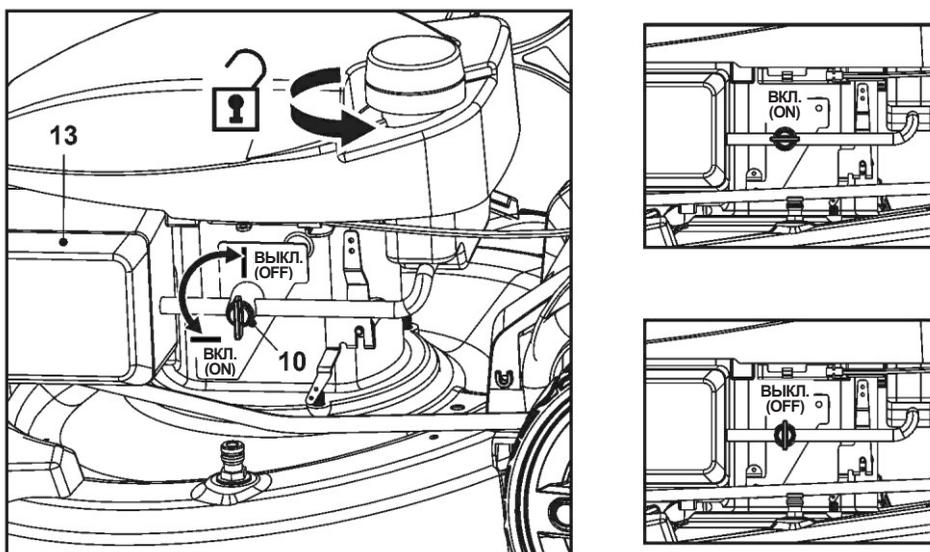

Рис. 22
Перед запуском двигателя поверните рычаг клапана подачи топлива (10) против часовой стрелки в положение ON (Вкл.) (рис. 22).